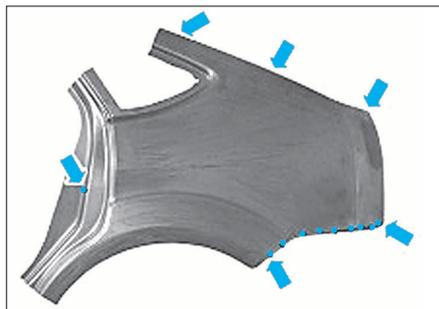

FIG. 68
- Percer des trous Ø 10mm aux endroits prévus (Fig.68) afin de souder l'aile par bouchonnage.